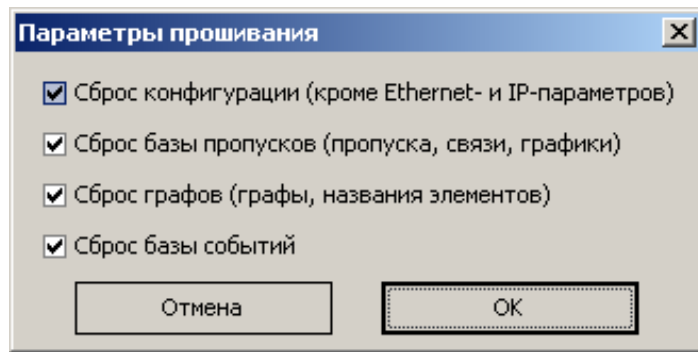

Рисунок 24
*7. Появится окно параметров прошивания (Рисунок 24). Выбрать все параметры и нажать «OK».*